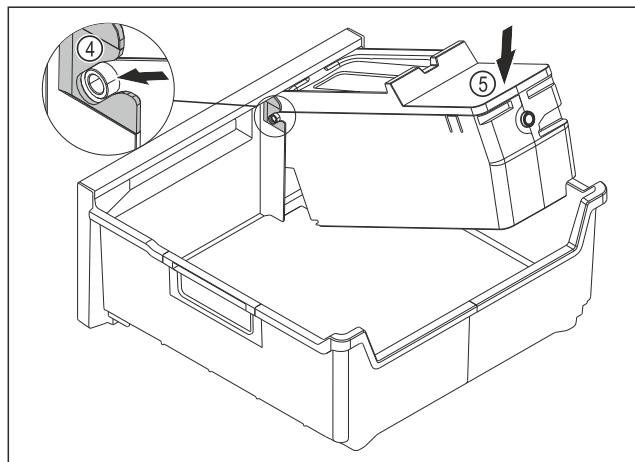

Fig. 83
- ▶ EasyTwist-Ice-corpus monteren: Assen van de EasyTwist-Ice-corpus in de geleidingen Fig. 83 (4) schuiven.
- ▶ EasyTwist-Ice-corpus Fig. 83 (5) achter omlaag drukken.